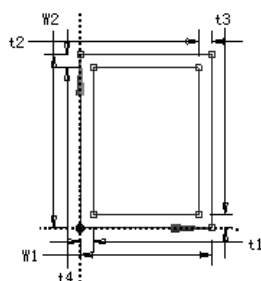

图 7.3.4 定义横截面参数
(1) 定义横梁截面属性。选择 **Concept** → **Cross Section** → **Rectangular Tube** 命令，弹出“Details View”对话框。在对话框中修改截面尺寸值，其中 $W1=60$, $W2=100$, $t1=10$, $t2=10$, $t3=10$, $t4=10$ 。结果如图 7.3.4 所示。